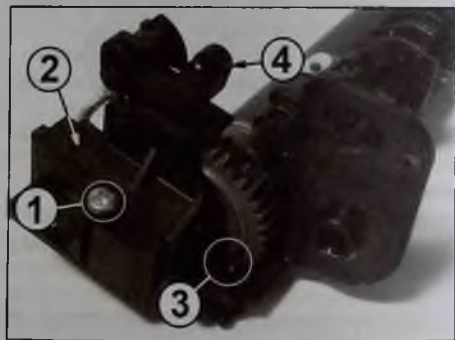

Рис. 42
3. Располагают первую половину узла пальцами отделения бумаги вверх, шестерней привода термовала к себе (рис. 42). Откручивают второй саморез (1 на рис. 42) крепления правой боковой крышки (2). Перемещают крышку вверх и снимают ее с узла в сборе с роликом ограничения осевого перемещения термовала (3) и правым рычагом освобождения прижима резинового вала (4).